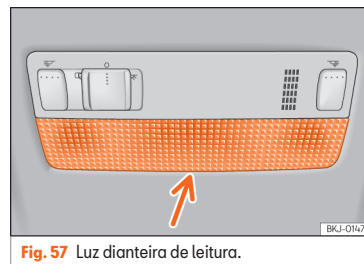

Fig. 57 Luz dianteira de leitura.
- Introduza uma chave de fendas fina, pela parte plana, entre a carcaça e o vidro »» Fig. 57.